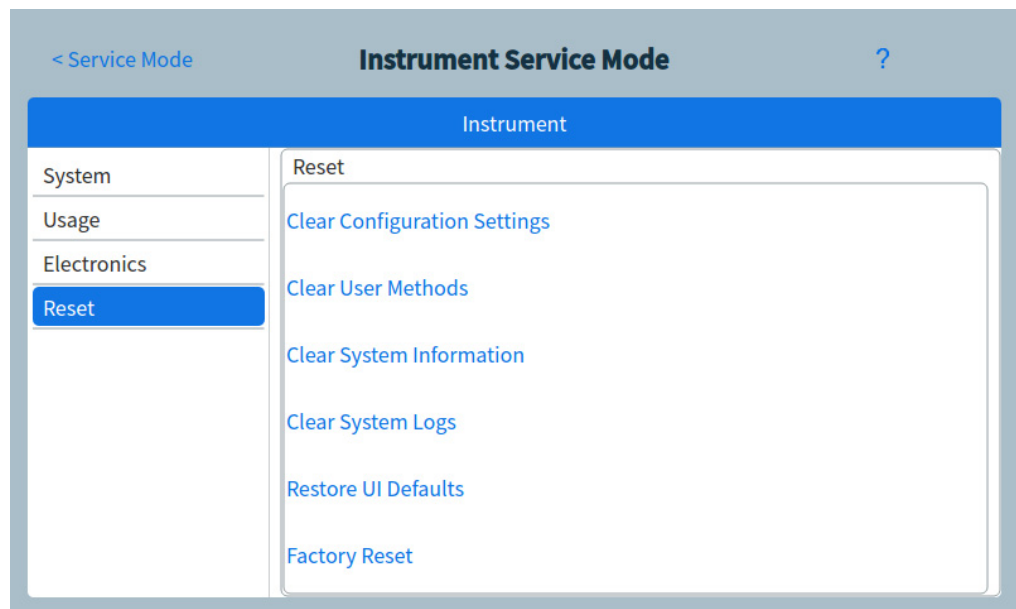

Abb. 37 Reset-Seite
- 1 Tippen Sie auf der Seite „System Settings“ auf die Seitenauswahlschaltfläche **Reset**. Die Seite „Reset“ wird eingeblendet. Siehe Abb. 37.